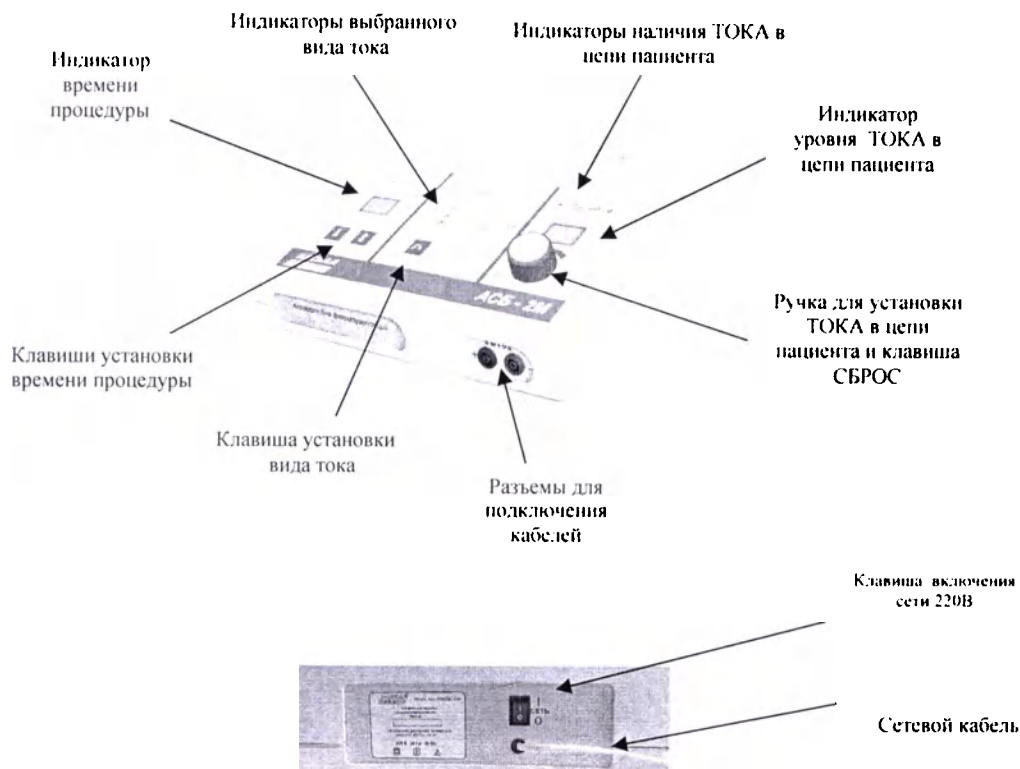

Рис.1
4.1 Внешний вид аппарата представлен на рис.1 . На лицевой панели аппарата находятся органы управления и индикации. На задней панели аппарата расположены клавиша включения напряжения сети и сетевой кабель.